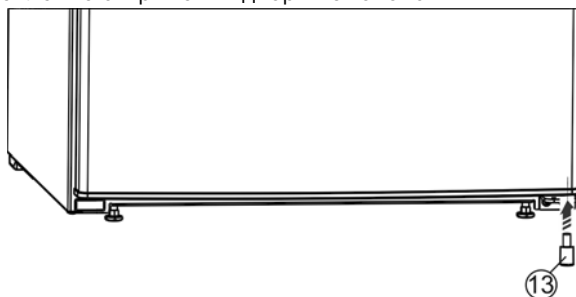

Fig. 26 *
- Снова вставьте в дверь распорную деталь Fig. 26 (13) справа внизу - это важно для обеспечения устойчивости устройства.*